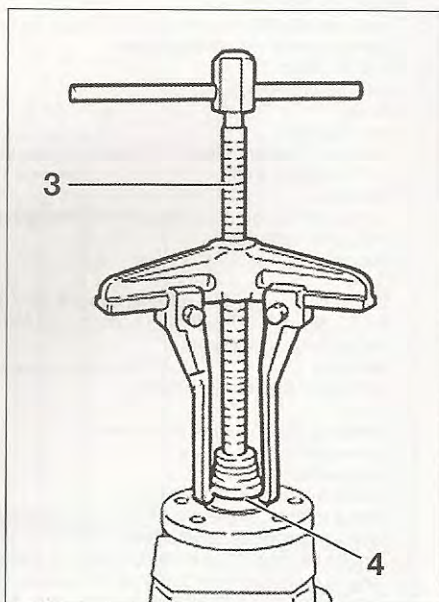

FIG. 13
- extractor de rodamientos (fig. 13).